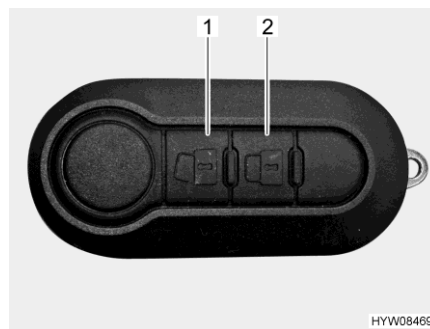

Fig. 48 Télécommande du verrouillage centralisé (2 touches)
- Déverrouiller les portes : ■ Appuyer une fois brièvement sur la touche  (Fig. 48,1). Les serrures de porte sont déverrouillées.
- Verrouiller les portes : ■ Appuyer une fois brièvement sur la touche  (Fig. 48,2). Les serrures de porte sont verrouillées.